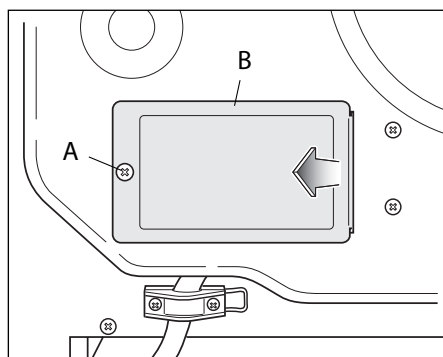

Figure 9
- Dévissez la vis A qui fixe le couvercle B derrière le four (Fig. 9).